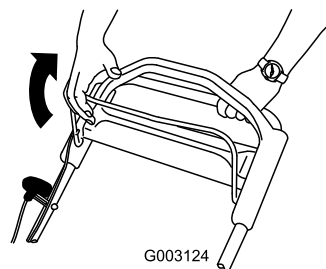

Figura 19
2. Tire de la barra de control de la cuchilla hasta el manillar (Figura 19).